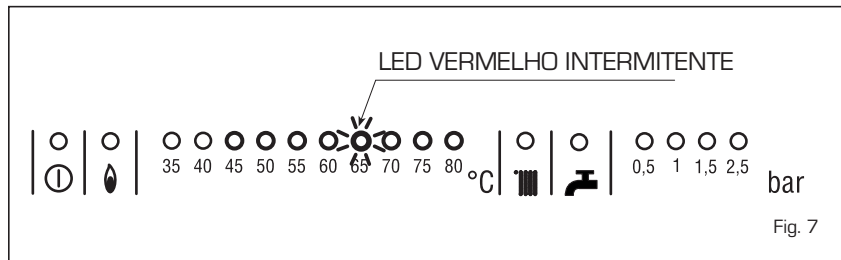

Fig. 7
- **Outras anomalias** (fig. 7)